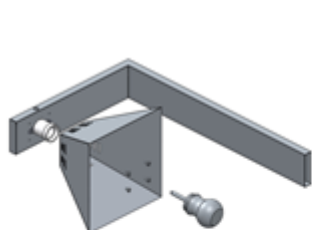

Fig.1
2. Monteer de lampkap(en) op het lampframe met kruiskopschroeven [Fig. 1]